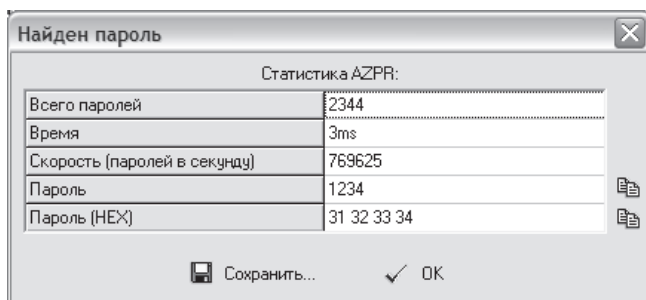

Рис. 11.4
1.8. Запустите перебор (команда **Старт**) и сохраните отчет, зафиксируйте общее число паролей и время поиска (рис. 11.4).